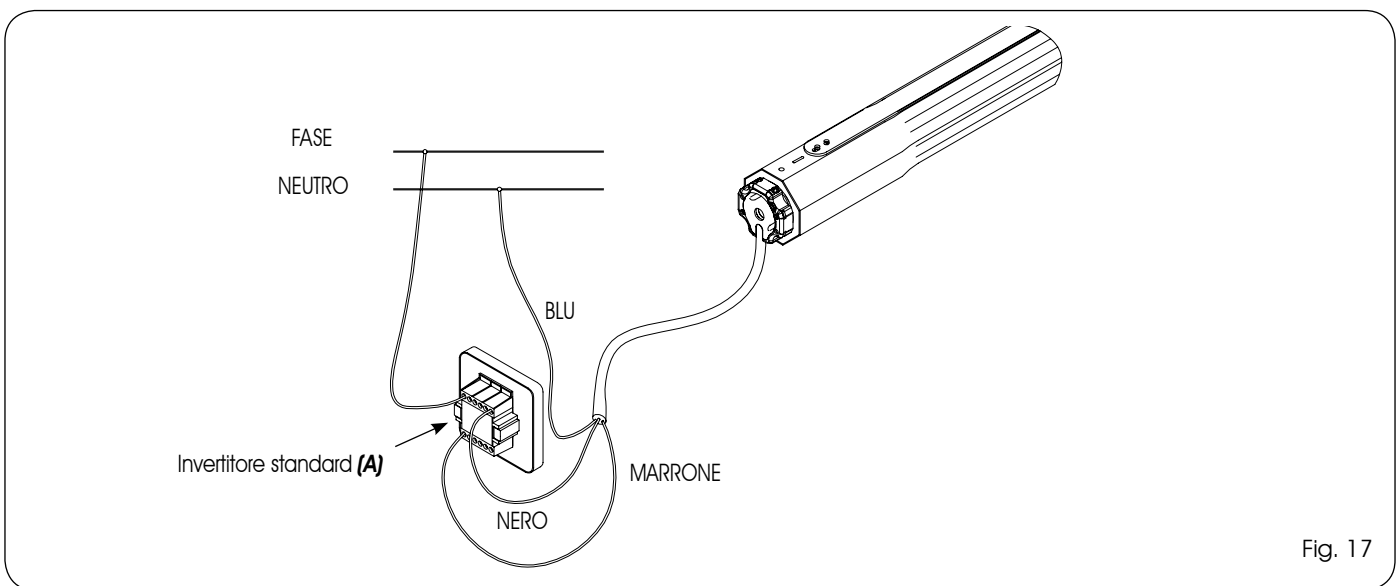

Fig. 17
5. Nel caso il senso di rotazione sia errato, togliere alimentazione e scambiare nell'invertitore (Fig.17 rif. A) il fili nero con quello marrone e verificare il corretto funzionamento.